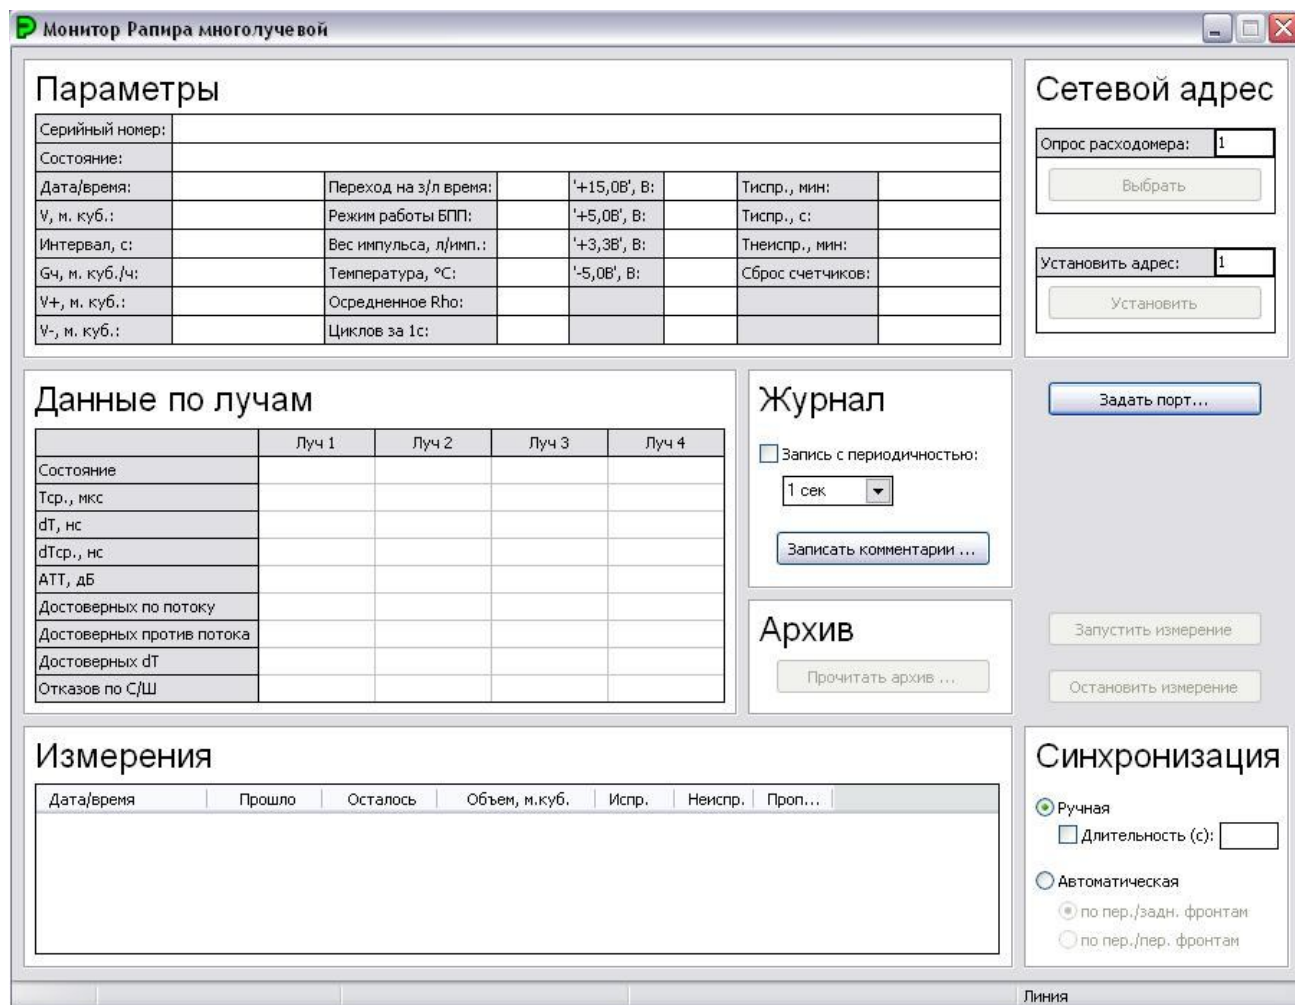
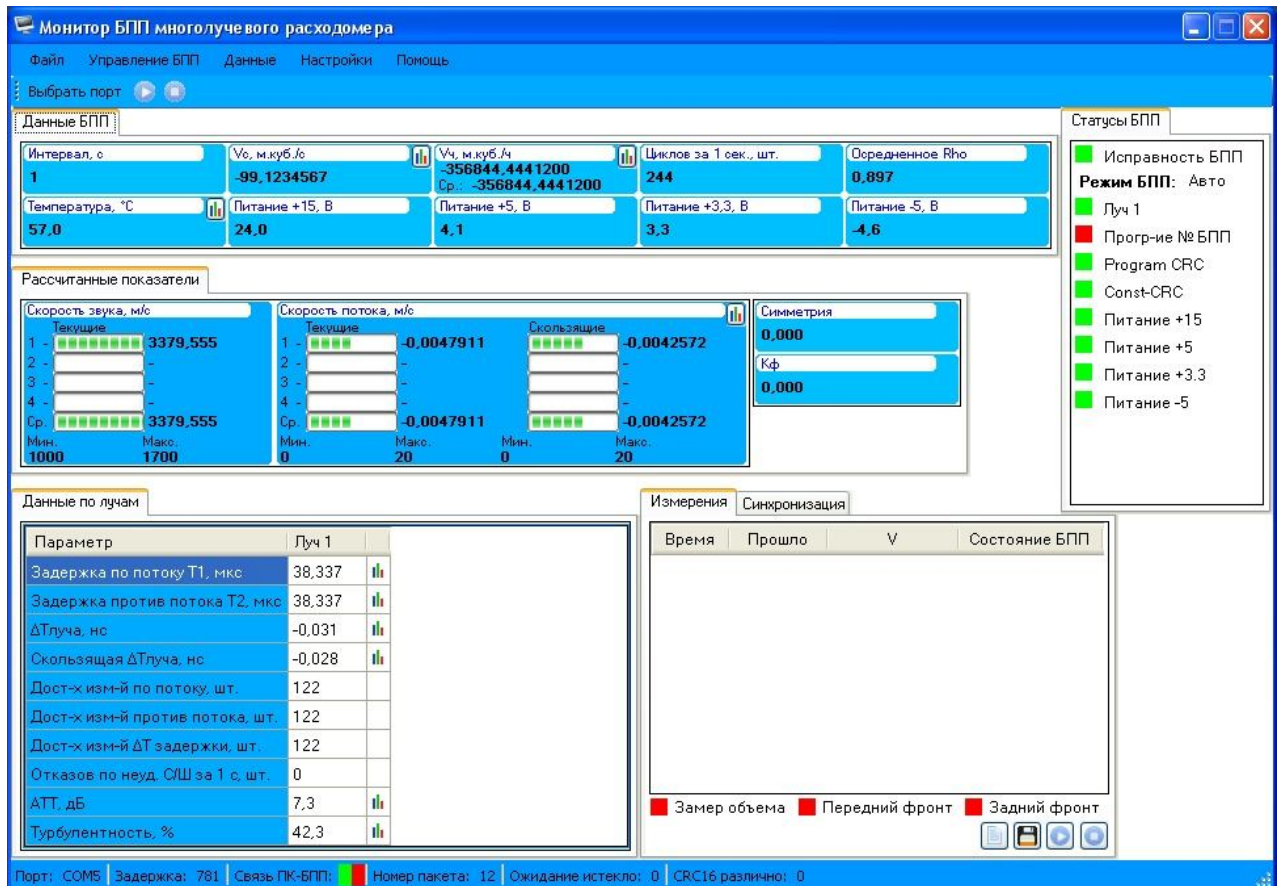

Рисунок 1 – Окно программы «Монитор РАПИРА многолучевой»
Рисунок 3 – Окно программы «Монитор БПП многолучевого расходомера»
5.3.1.3 Запустить программу «Монитор РАПИРА многолучевой». На рабочем столе будет отображено окно программы «Монитор РАПИРА многолучевой» (см. рисунок 1).
- включить питание прибора. Для прибора с протоколом MODBUS запустить программу «Монитор РАПИРА многолучевой», для прибора без протокола MODBUS запустить программу «Монитор БПП многолучевого расходомера». На рабочем столе будет отображено окно программы «Монитор РАПИРА многолучевой» (см. рисунок 1) или «Монитор БПП многолучевого расходомера» (см. рисунок 3).
Для прибора с протоколом MODBUS запустить программу «Программатор РАПИРА поверочный многолучевой». На рабочем столе будет отображено окно программы «Программатор РАПИРА поверочный многолучевой» (см. рисунок 3).